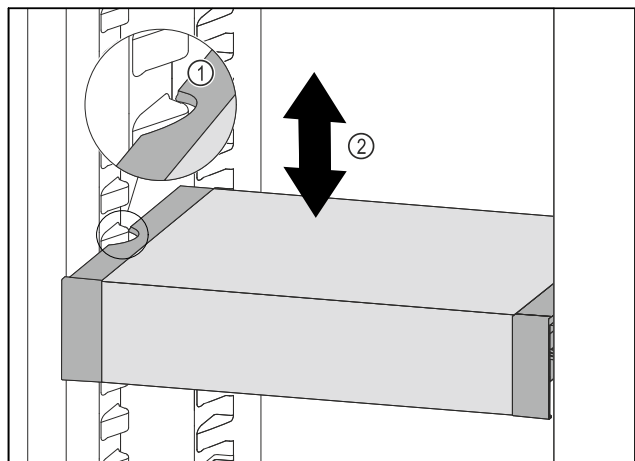

Fig. 88
- ▶ Tirare VarioSafe in avanti fino a quando le cavità laterali di VarioSafe non si trovano al livello della nervatura del contenitore nel vano frigorifero. Fig. 88 (1)
- ▶ Spostare VarioSafe verso l'alto o verso il basso nel vano frigorifero fino a raggiungere l'altezza desiderata. Fig. 88 (2)